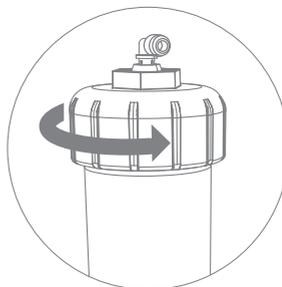

Рис. 5
3. Открутите крышку корпуса мембраны (рис. 5).